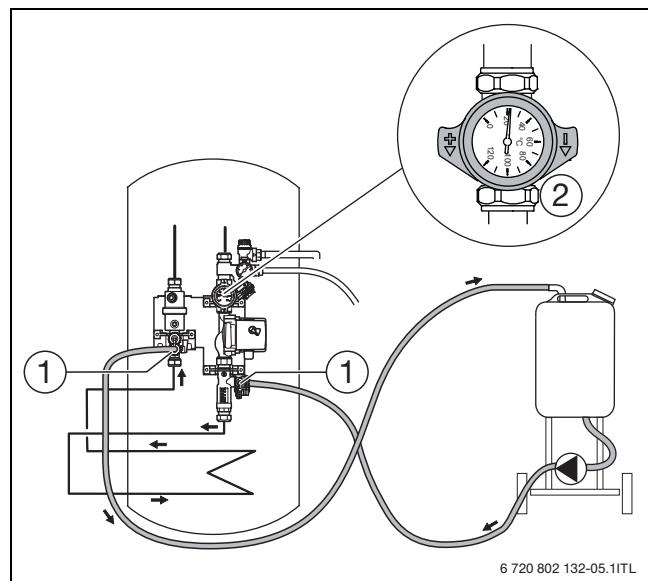

Bild 18 Befüllen unterhalb der Solarstation
- Befüllstation, wie in Bild 18 dargestellt, anschließen.